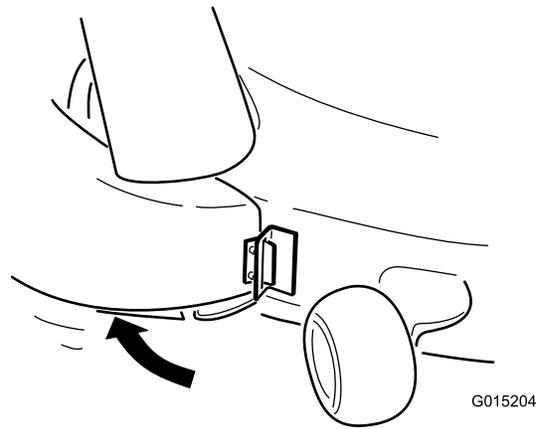

Figura 25
2. Gire el conducto hacia atrás y hacia la carcasa de modo que el conducto quede enrasado con la carcasa del cortacésped (Figura 25).